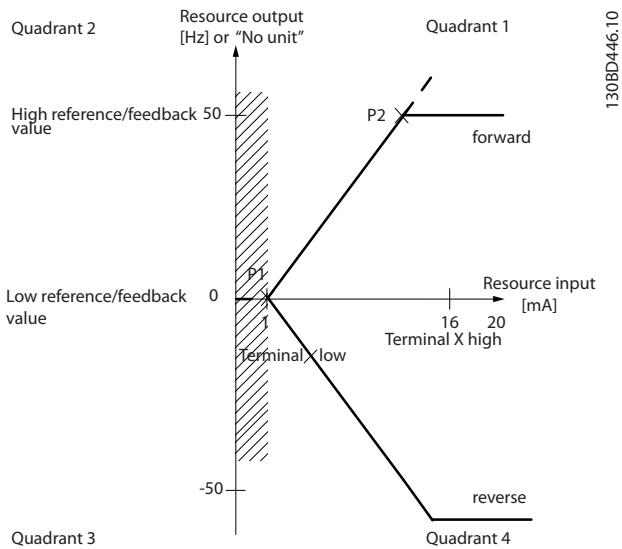

图 2.21 死区大小
- 设置 0 处的最小参考值（请参阅表 2.3 以获得相关参数）或最大参考值。换言之，P1 或 P2 必须位于图 2.21 的 X 轴上。
死区的大小由 P1 或 P2 定义，如图 2.21 所示。